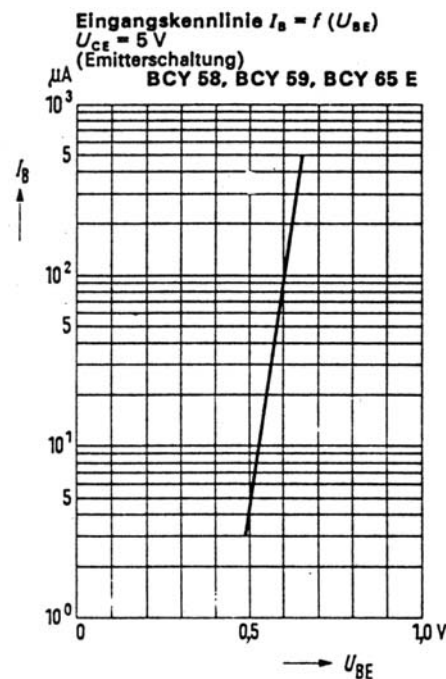
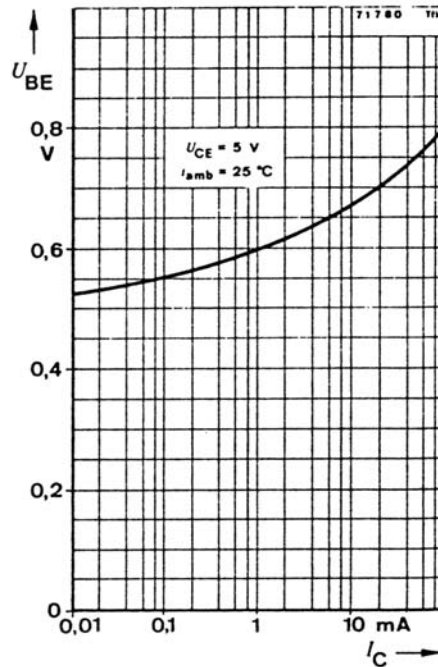

Abbildung 2.2.4 Eingangskennlinie (Siemens)
Abbildung 2.2.5 Übertragungskennlinie (AEG-Telefunken)
- die Basis-Emitter-Sättigungsspannung eines SI-Transistors kleiner Leistung liegt typischerweise bei etwa 0,7 V. Bei wachsendem Basisstrom nimmt U_{BE} nur wenig zu (vgl. Abbildung 2.2.4). Ein Transistor, der mit $U_{BE} > U_{BEsat}$ betrieben wird, heißt "übersteuert". Typische U_{BE} -Werte, die einen Arbeitspunkt bei "analogem" Betrieb (Linearbetrieb) kennzeichnen, liegen zwischen $U_{BE} < 0,5$ und $U_{BE} < 0,7$ V (vgl. Abbildung 2.2.5). Bei Leistungstransistoren liegt U_{BEsat} typischerweise zwischen 1 und 4 V.